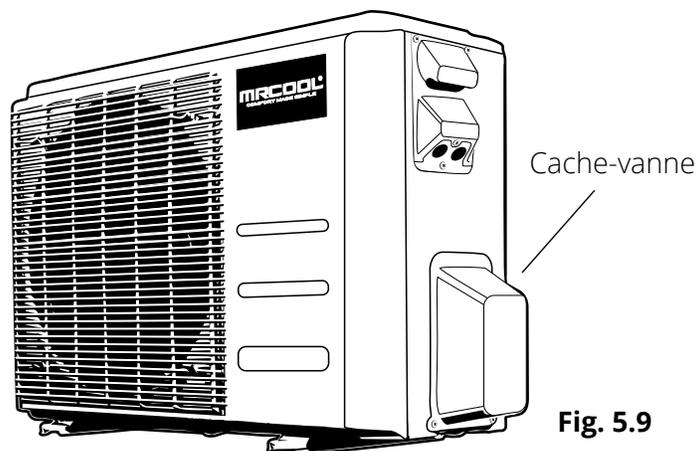

Fig. 5.9
1. Dévissez le couvercle de la vanne d'isolement sur le côté de l'unité extérieure. (Voir **Fig. 5.9**)